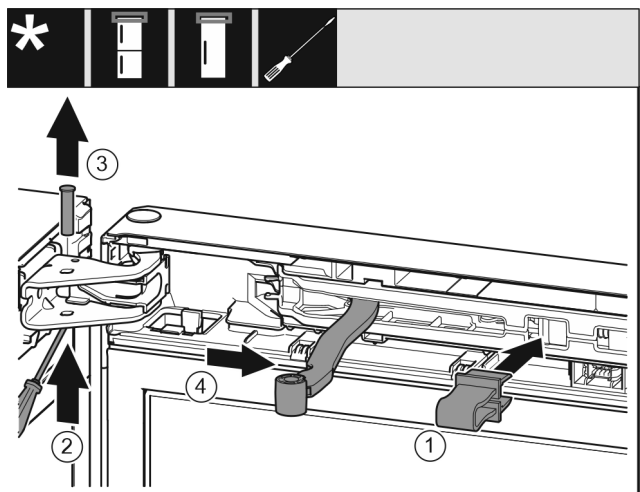

Fig. 9
- ▶ Зафіксуйте запобіжник Fig. 9 (1) в отворі.
- ▶ Викрутіть штифт Fig. 9 (2).
- ▶ Вийміть штифт Fig. 9 (3) рухом нагору.
- ▶ Поверніть шарнір Fig. 9 (4) у напрямку дверцят.